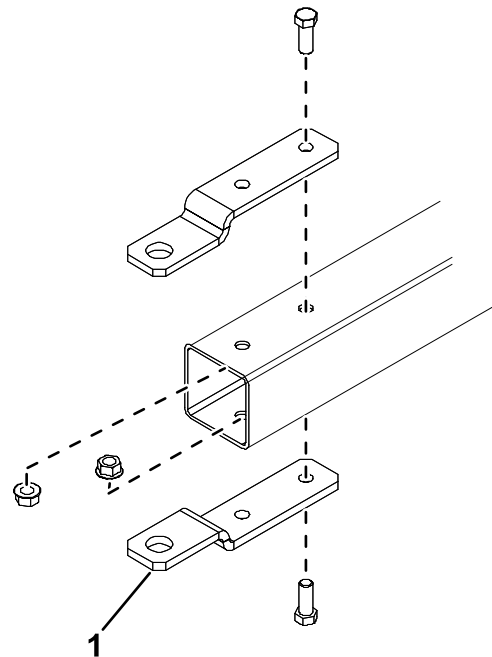

Figura 1
1. Rimuovete i bulloni e i dadi che fissano le staffe del gancio di traino esistenti al timone di traino (Figura 1). Rimuovete le staffe del gancio di traino.